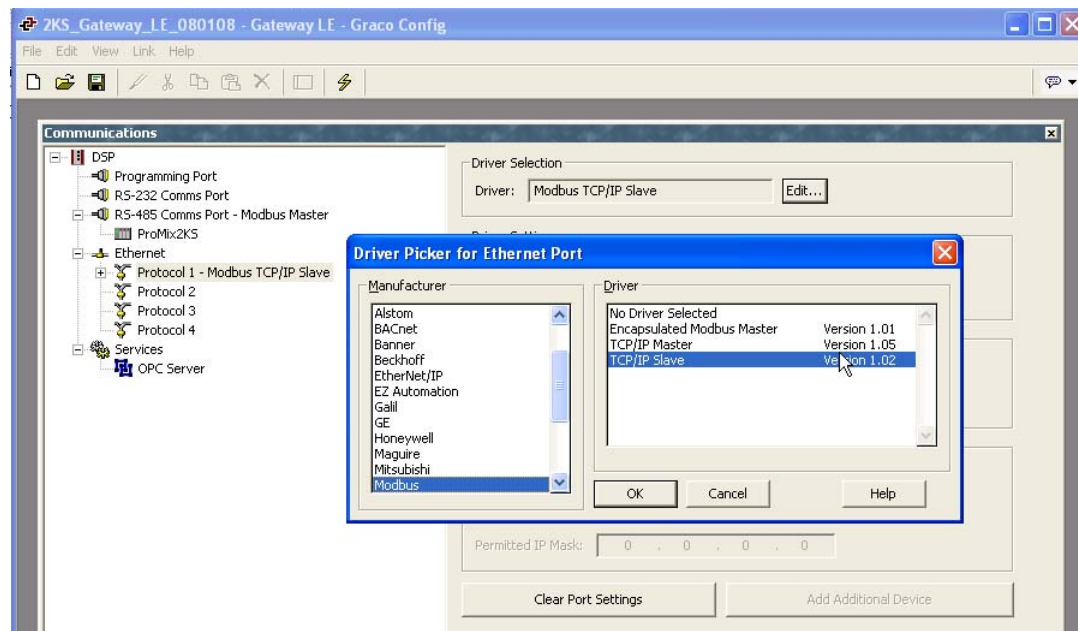

Рис. 20: Выбор протокола
2. См. Рис. 20. Выберите Protocol 1 («Протокол 1»). Нажмите кнопку Edit («Правка»), расположенную в правой части окна. На экране появится окно Driver Picker («Мастер выбора драйверов»). Выберите